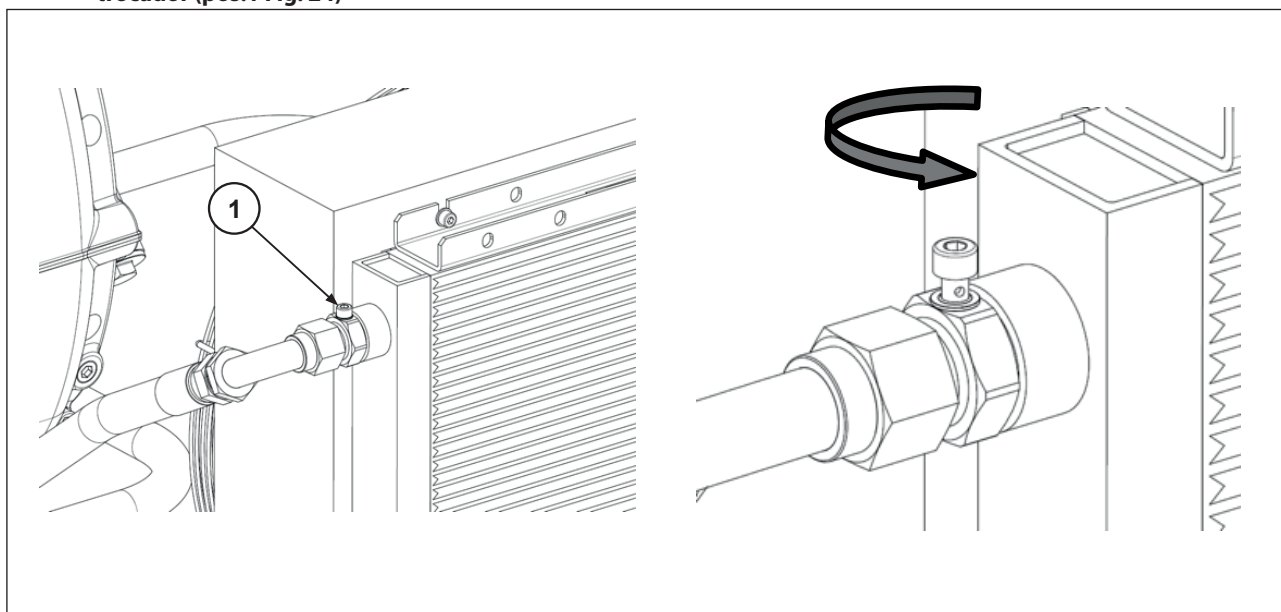

Fig. 24
Se, após esse tempo, nenhuma pressão for detectada no manômetro pos.b, prossiga com a purga do ar do circuito abrindo o parafuso de alívio na conexão da conduta de descarga do trocador (pos.1 Fig. 24)